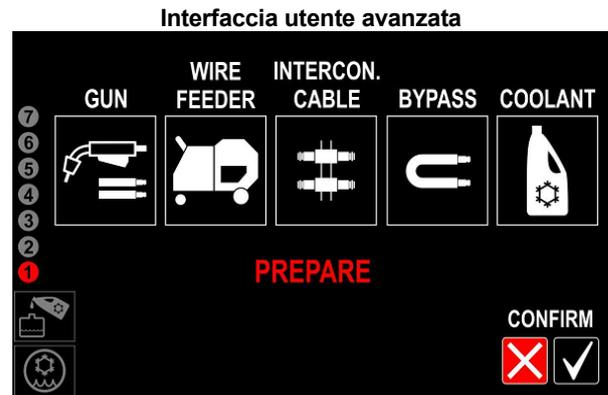

Figura 14
- Quando il gruppo di raffreddamento **COOL ARC®60** viene collegato per la prima volta, la saldatrice avvia automaticamente la procedura di riempimento (Figura 14 o 22). Rimuovere il tappo del serbatoio per evitare di generare un vuoto parziale.